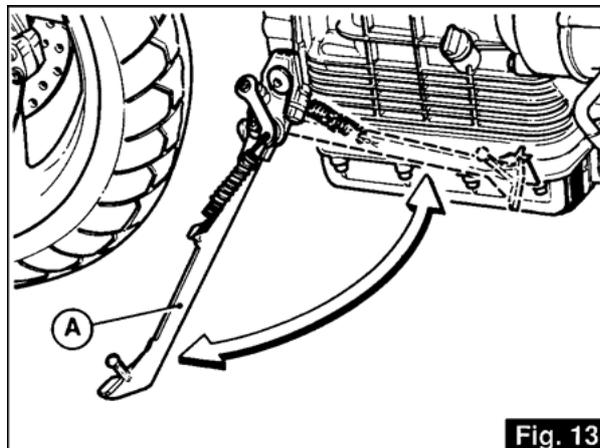

Fig. 13
3.17 BÉQUILLE LATÉRALE («A» de la fig. 13)